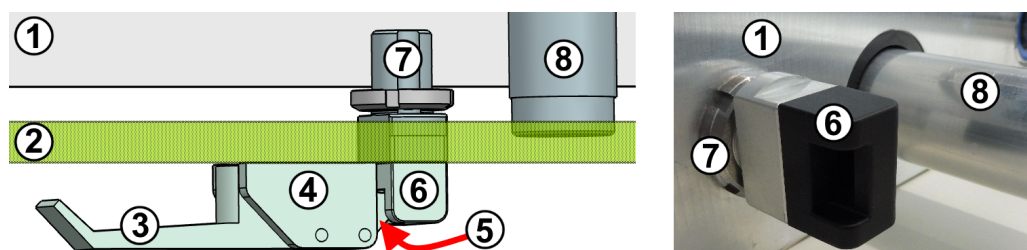

Figura 7-2: Vista superior de la sección transversal del mecanismo de cierre de palanca over-center (izquierda) e imagen detallada (derecha)
Los componentes del mecanismo de cierre de palanca se muestran en figura 7-2:
Esta posición evita una colisión entre la lengüeta (marcada con el número 5 en figura 7-2) y el bloque de retención (6).